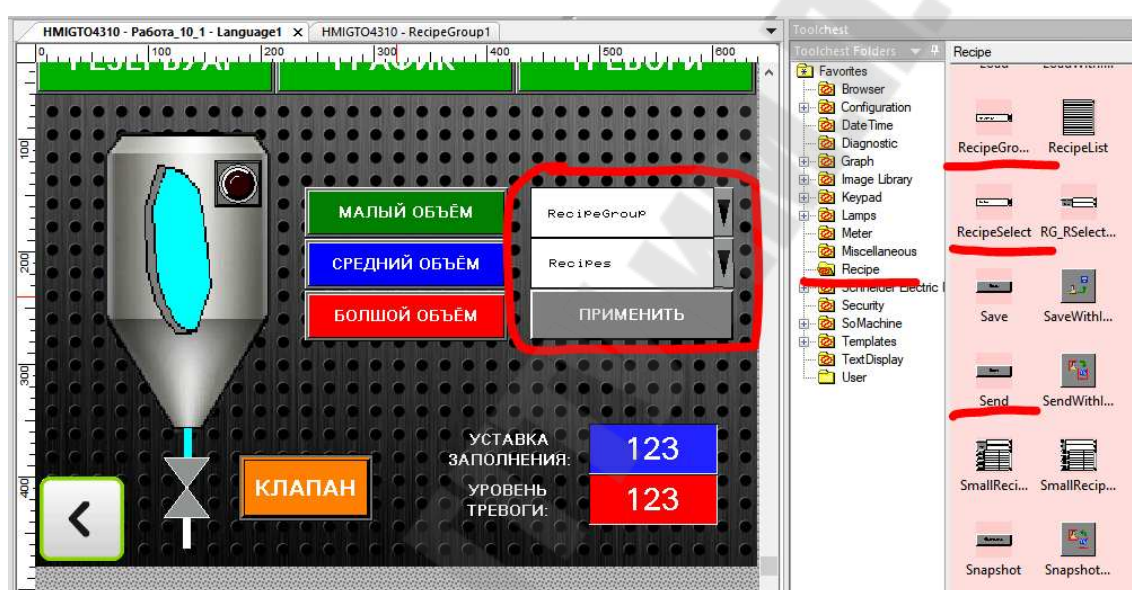

Рис. 17.10. Выбор инструментов
9. На панели «РЕЗЕРВУАР» разместим инструменты для выбора рецептов. На панели *Toolchest Folders* выберем инструменты *RecipeGroupeSelect*, *RecipeGroupeSelect* и *Send* (рис. 17.10).